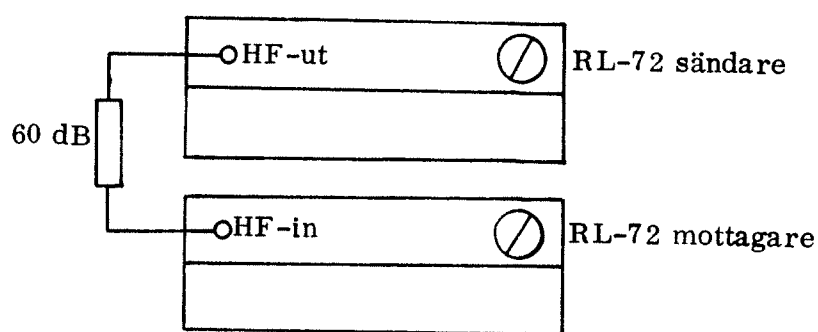

Bild 4
- Avstäm sändaren och mottagaren till samma frekvens. Koppla ihop sändaren och mottagaren över en 60 dB dämpning enligt bild 4.